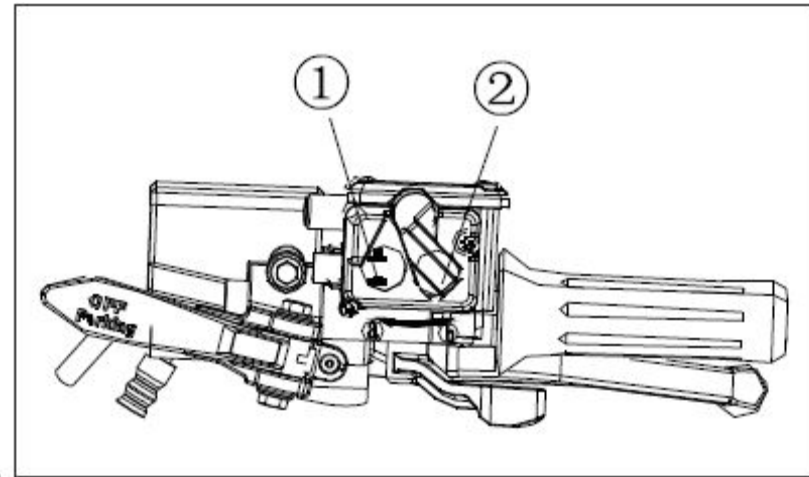

Рис.2 Флажок ② в положении **б**
Переключатель блокировки дифференциала переднего моста "LOCK" / "4WD" Рис.2 поз.①